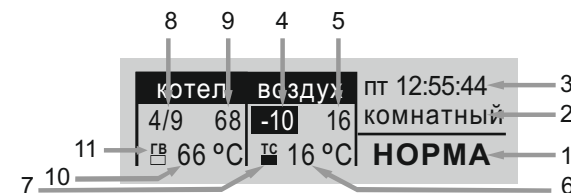

Рисунок 6. Информация главного окна
4.7.3 Описание информации на дисплее в режиме главного окна в соответствии с рис. 6: